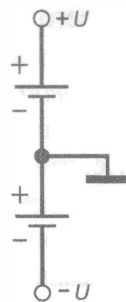

Рис. 14.6. Для работы некоторых схем требуются как положительный, так и отрицательный источники питания
Для работы некоторых схем (например, на основе операционных усилителей, которые обсуждаются в главе 11, “Еще одна инновация: интегральные микросхемы”) требуются как положительный, так и отрицательный источники питания постоянного тока. При этом говорят, что схема имеет двуполярное питание. Вам часто придется видеть, что положительное напряжение питания обозначается маленьким кружком, помеченным как $+U$, а отрицательное напряжение питания обозначается маленьким кружком, помеченным как $-U$. Если величины напряжения не указаны, то они могут составлять $+5$ и -5 В постоянного тока. На рис. 14.6 показано, как в действительности реализуется схема двуполярного источника питания.
- » **Единственное обозначение “земли”.** На электрической схеме все подключения к общему проводу сходятся в одной точке заземления. При этом источник (или источники) питания — например, батарея — зачастую не показаны, но вы должны учитывать, что “земля” может быть подключена как к положительному, так и к отрицательному полюсам источника питания (см. рис. 14.6).